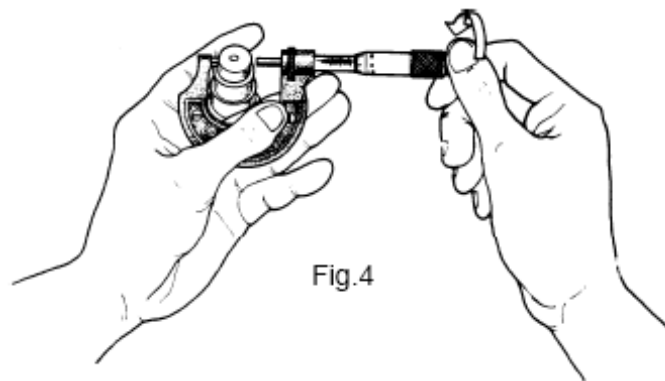

Fig.4
c. Prenda o padrão entre os dedos indicador e médio da mão esquerda (fig.4).